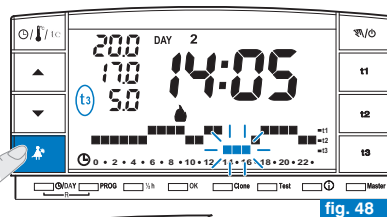

fig. 48
- Solo con el programa funcionando (P 01 ÷ P 03), presionando la tecla "M" se apaga el servicio conectado por 3 horas y el cronotermostato funcionará con temperatura **t3 Ausencia**. La activación de esta función se visualiza en **t3** en la escala de 24h por tres dígitos que parpadean en las 3 horas, comenzando por la actual (ejemplo fig. 48).